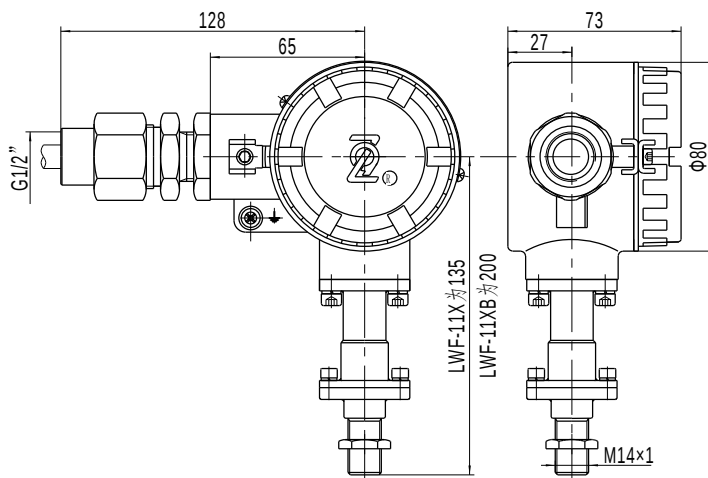

图 1 LWF-11X (B) 型 外形图
- (1) LWF-11X 型 -25~+80℃
- (2) LWF-11X/B 型 -35~+120℃
- (3) 大于 120℃ 请于本公司联系
5. 外形尺寸 见图 1
转换器的结构如图 1、表 1 所示。
1. 外形尺寸（参见图 1）。
转换器的安装(参见图 1)，由 M14×1 螺纹连接传感器。如果需调整位置，松开检测头上的 3-M3 螺钉，可将转换器调至合适的方位。